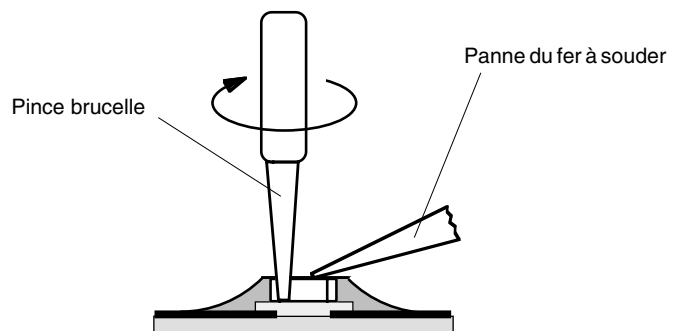

Fig. 2
2. Chauffer légèrement les contacts externes du composant CMS ou le composant lui-même. Retirer ce dernier avec précaution en le tournant afin d'éviter un arrachement des circuits imprimés situés sous le composant (Fig. 2).